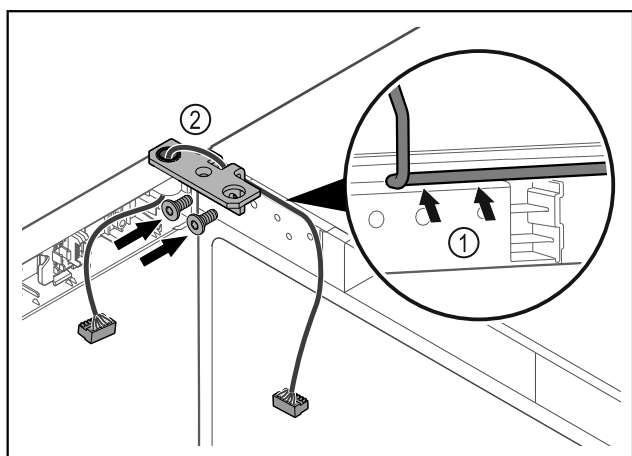

Fig. 58
- ▶ Juhtige kaabel läbi šarniirnergiku väljalõike ja vedage ettevaatlikult Fig. 58 (1).
- ▶ Krüvige šarniirnergik Fig. 58 (2) külge.